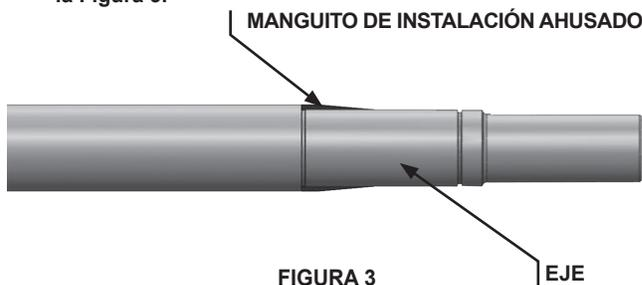

FIGURA 3
- Ubique el manguito de instalación ahusado en el eje. Aplique una capa abundante de aceite liviano en el eje del rotor, el manguito de instalación ahusado y las juntas tóricas en el diámetro interior del manguito del sello de cartucho. **Consulte la Figura 3.**